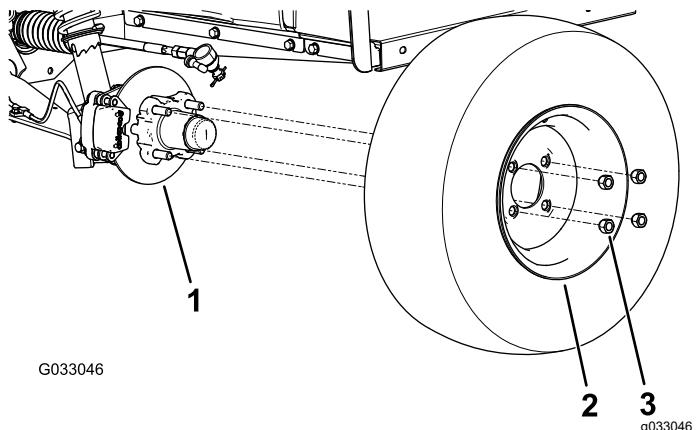

Bild 32
2. Nehmen Sie die vier Radmuttern ab, mit denen das Rad an der Radnabe befestigt ist (Bild 32).
4. Flachten Sie die Löcher im Rad mit den Bolzen der Nabe aus und montieren das Rad so an der Nabe, dass das Reifenventil außen ist (Bild 32).
5. Befestigen Sie das Rad mit den Radmuttern an der Nabe (Bild 32).